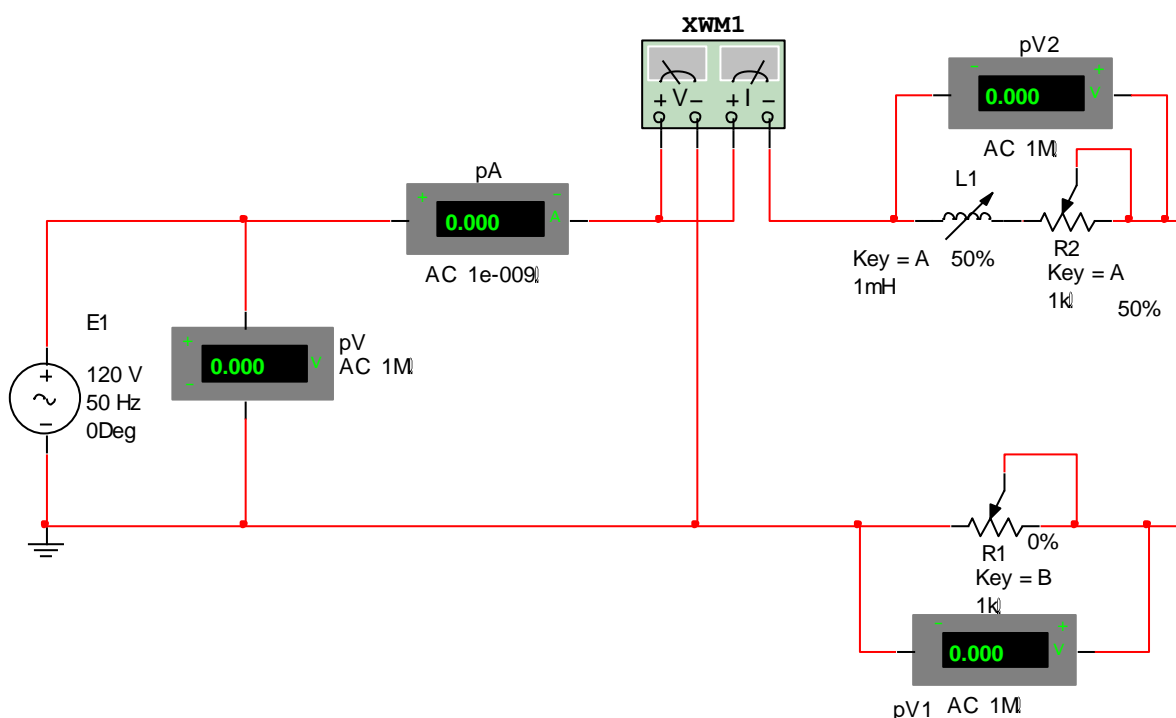

Рис. 2.5
1. Откройте файл 5.1 и включите цепь по схеме рис. 2.5. При полностью выведенном сопротивлении резистора $R1$ ($R1=0$) измерьте показания приборов и рассчитайте параметры катушки индуктивности. Результаты занесите в первую строку табл. 2.1.